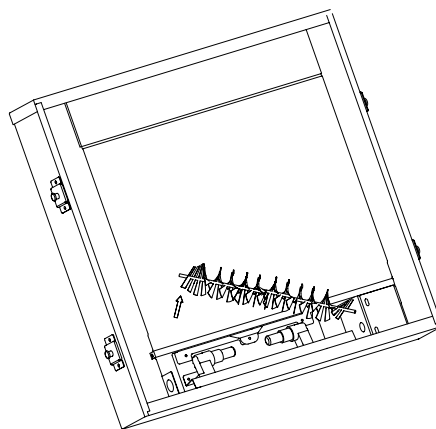

Abbildung 6
- Schieben Sie das flexible Spindel vorsichtig zur Seite, um Zugang zu den unteren Lampen zu bekommen, siehe Abbildung 6.